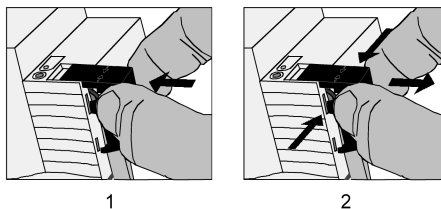

Figura 4: Colocación / retirada de la tapa para la conexión del bus
- Para colocar la tapa: deslícese sobre el terminal del bus hasta que se aprecie que queda encajada (figura 4).